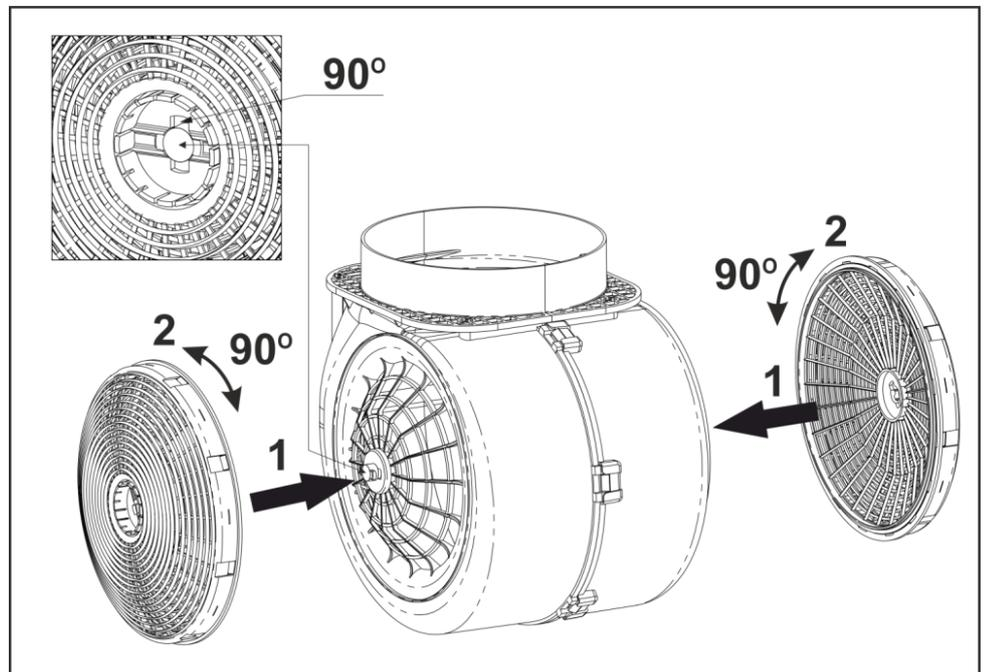

Fig.7
7.9 Les filtres à charbon (sont achetés à part), utilisés au régime de la recirculation il faut remplacer tous les 3-6 mois en fonction de l'exploitation de la hotte. Pour remplacer le filtre à charbon, vous devez suivre les étapes suivantes (Fig.7):